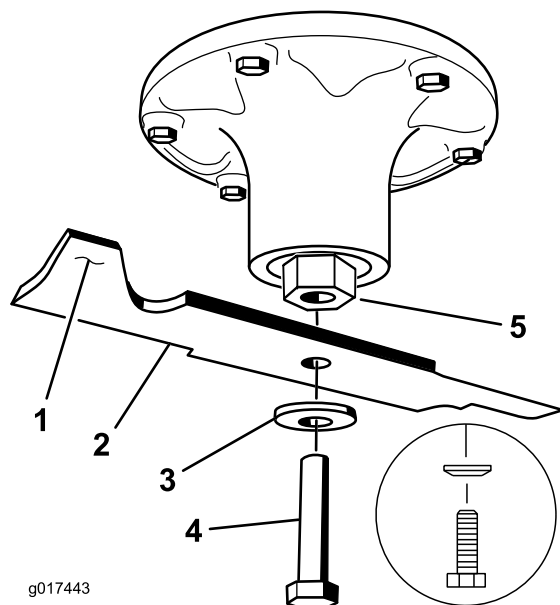

図 81
2. スピンドルのシャフトからブレードボルト、湾曲ワッシャ、ブレードを取り外す 図 81。